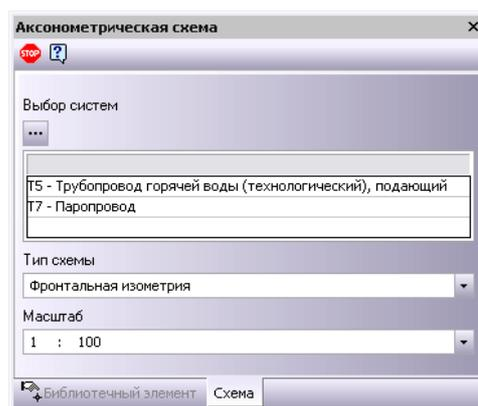
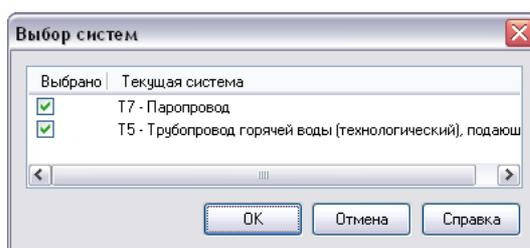
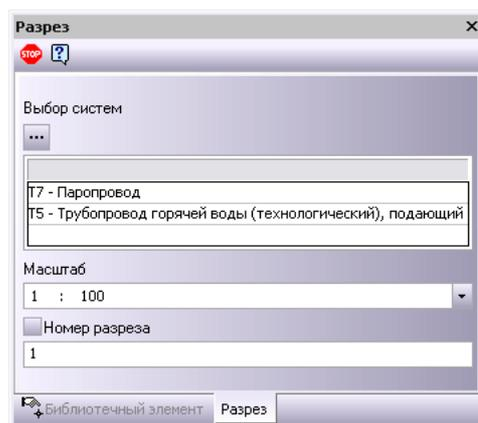

Рис. 2.16 Вкладка **Схема** при построении аксонометрической схемы
Рис. 2.17 Диалог выбора систем
Рис. 2.18 Вкладка **Разрез**
3. На вкладке **Схема** (Рис. 2.16), **Панели свойств** укажите **Масштаб и Тип схемы**, а также выберите систему, для которой необходимо построить аксонометрическую схему, нажав кнопку **Выбор систем** . После этого на экране появится окно выбора системы (Рис. 2.17).
4. На вкладке **Разрез** (Рис. 2.18), расположенной на **Панели свойств** выберите масштаб создаваемого вида, отредактируйте номер разреза, а также выберите систему для которой необходимо построить разрез, нажав кнопку **Выбор систем** . После этого на экране появится окно выбора системы (Рис. 2.17).